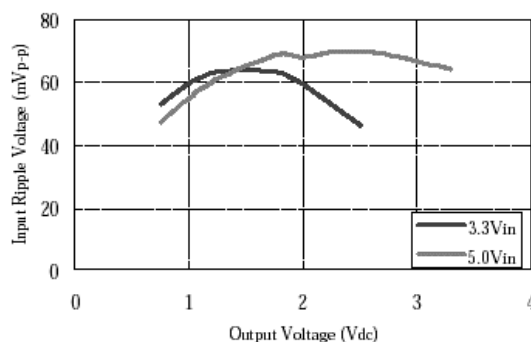

図7 Input voltage ripple VS Output voltage
- 2、 4 $\times$ 100 μF タンタルコン / / 2 $\times$ 47 μF セラコン $I_{out}=6A$. . . 図 7